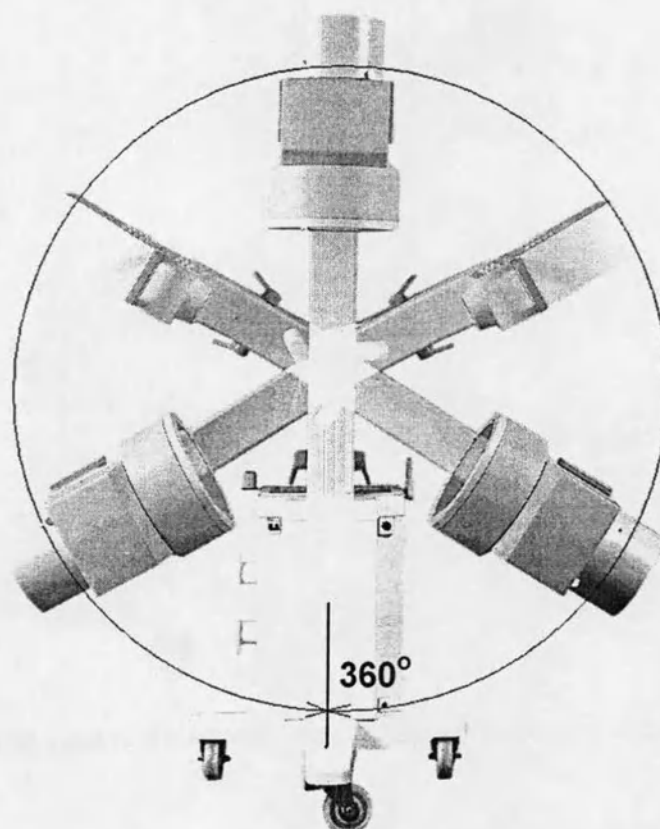

Рис. 1.18. Три положения дуги штатива при повороте вокруг горизонтальной оси.
- Угол поворота С-образной дуги вокруг горизонтальной оси – $\pm 180^\circ$ (рис.1.18).